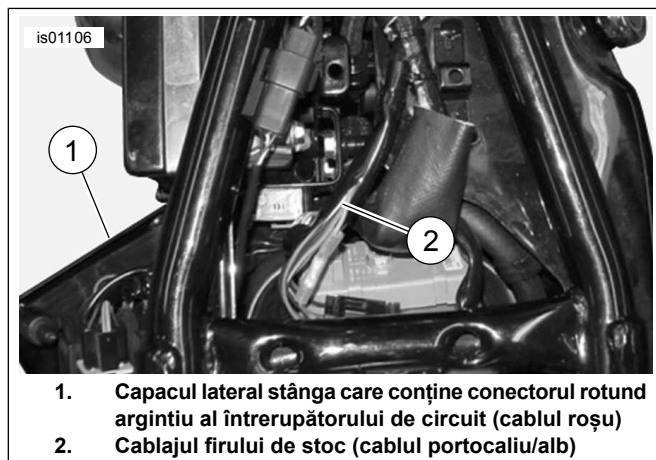

Figura 27. Conexiuni de alimentare (Modelele Sportster)
1. Consultați Figura 27. Îndepărtați cu atenție o zonă a învelișului cablajului principal într-un punct accesibil sub scaun sau în interiorul capacului lateral. Tăiați un cablu portocaliu/alb de alimentare din cablajul principal.